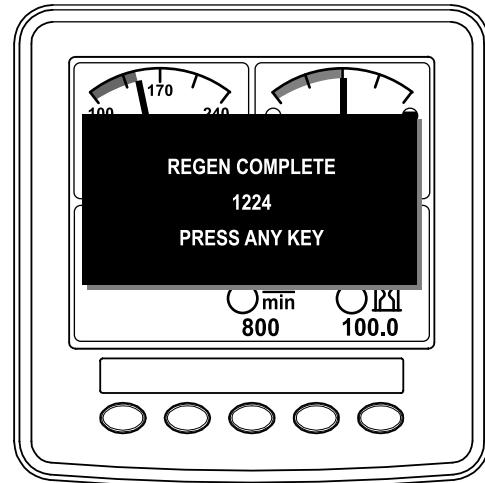

Figura 62
11. Cuando el ordenador del motor finaliza una regeneración con la máquina aparcada o una regeneración de recuperación, el InfoCenter muestra ADVISORY #1224 (Aviso n.º 183) (Figura 62). Pulse cualquier botón para salir de la pantalla de inicio.